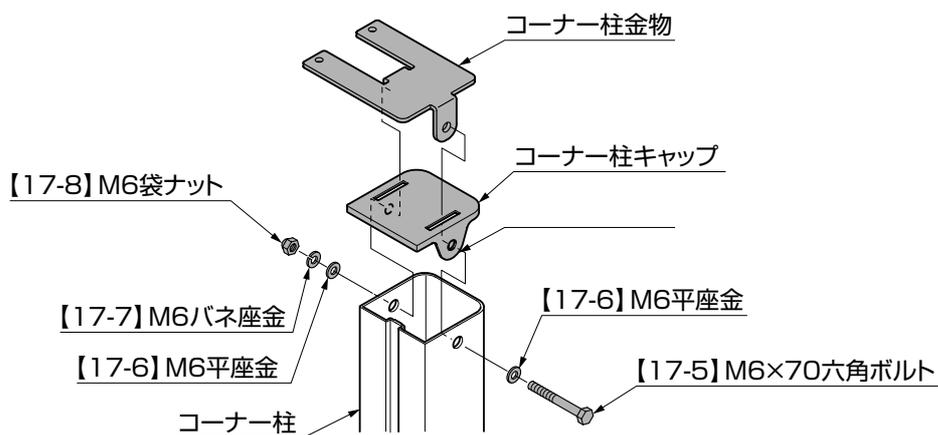
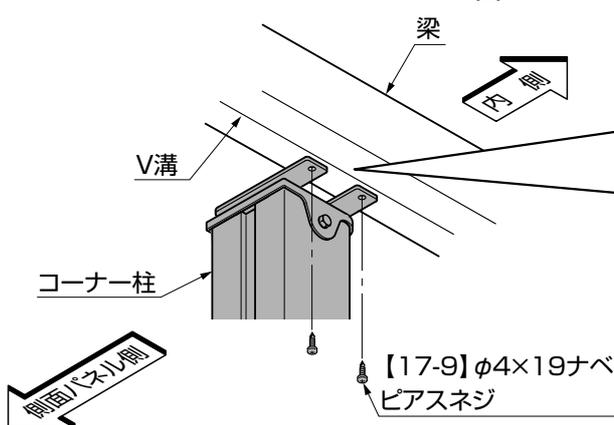

図6-1
図6-2
- ①コーナー柱にコーナー柱キャップ、コーナー柱金物を取付けてください。(図6-1参照)
- ②コーナー柱にアンカー棒を取付け、コーナー柱を建込んでください。
- ③コーナー柱金物をカーポート本体の梁に【17-9】で取付けてください。(図6-2参照)